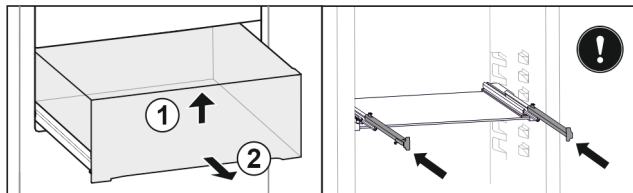

Fig. 85
- ▶ Podignite ladicu sprijeda. Fig. 85 (1)
- ▶ Izvadite ladicu prema naprijed. Fig. 85 (2)